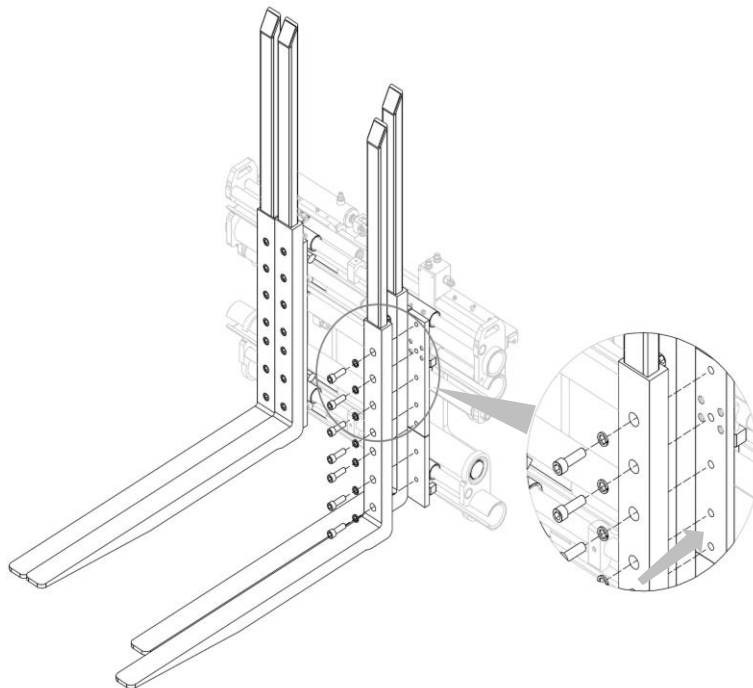

Figura 11
1. Applicare le forche alle forcelle, avvitando le relative viti che le bloccano (vedi *Figura 11*).